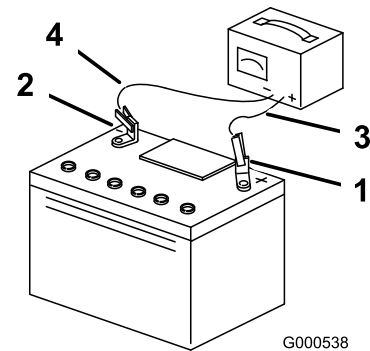

Bild 48
3. Ziehen Sie den Stecker des Ladegeräts aus der Steckdose, wenn die Batterie ganz aufgeladen ist. Klemmen Sie dann die Klemmen des Ladegeräts von den Batteriepolen ab (Bild 48).